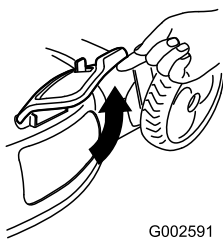

Bild 40
2. Öffnen Sie die Seitenauswurfklappe (Bild 40).